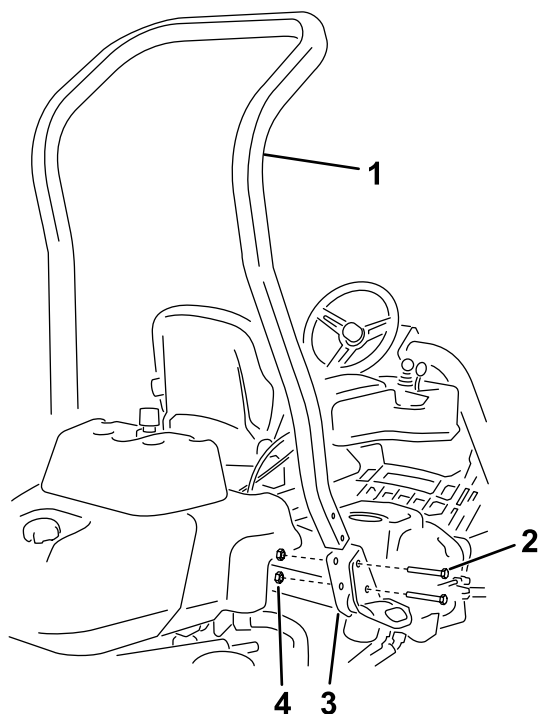

Figura 3
3. Utilice 4 pernos ($\frac{1}{2}$ " x $3\frac{3}{4}$ ") y 4 tuercas con arandela prensada ($\frac{1}{2}$ ") para instalar la barra antivuelco en los soportes del ROPS en cada lado de la máquina, como se muestra en la Figura 3.